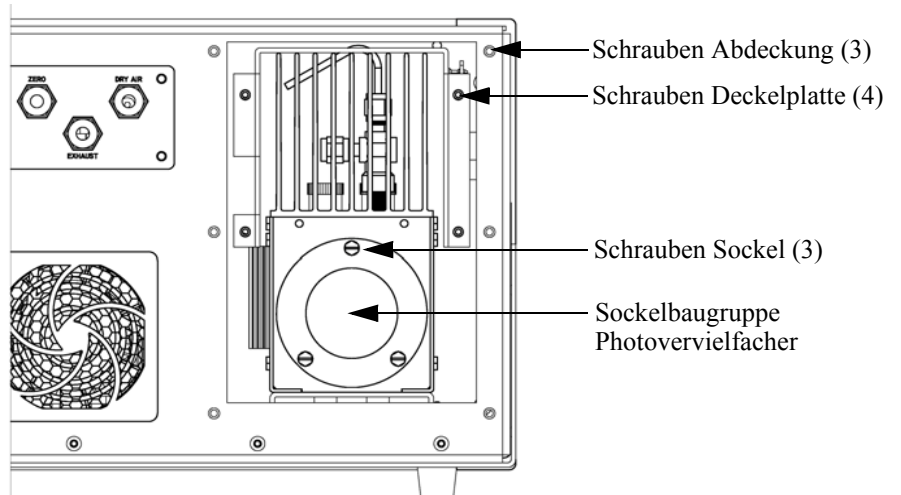

Abb. 7-9. Photovervielfacher tauschen
3. Entfernen Sie die sechs externen Schrauben, die die Abdeckung des Photovervielfachers in Position halten, und die vier Schrauben, mit denen die Abdeckplatte des Photovervielfachers befestigt ist. Entfernen Sie anschließend die Abdeckplatte (Abb. 7-9). Ist der Lüfter des Kühlers angeschlossen, bitte das Stromversorgungskabel falls notwendig abziehen.